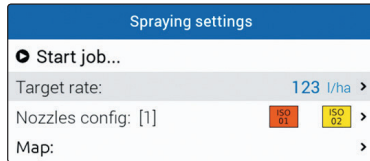

Fig. 228
- Ställ in doseringen för arbetet (Fig. 228). Tryck **OK** för att bekräfta arbetet.